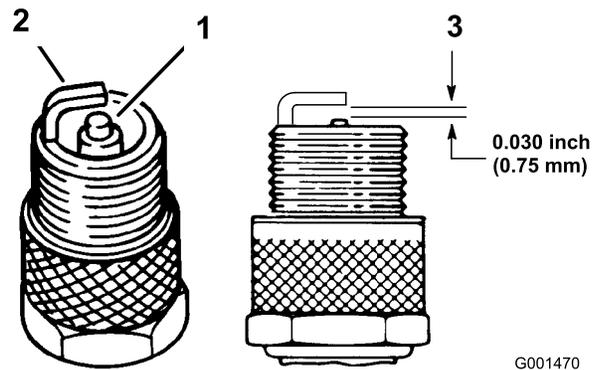

Figure 36
1. Examinez le centre des bougies (Figure 36). Si le bec isolant est recouvert d'un léger dépôt gris ou brun, le moteur fonctionne correctement. S'il est recouvert d'un dépôt noir, cela signifie généralement que le filtre à air est encrassé.
3. Contrôlez l'écartement entre l'électrode centrale et l'électrode latérale (Figure 36). Courbez l'électrode latérale (Figure 36) si l'écartement est incorrect.
3. Branchez les fils aux bougies (Figure 36).